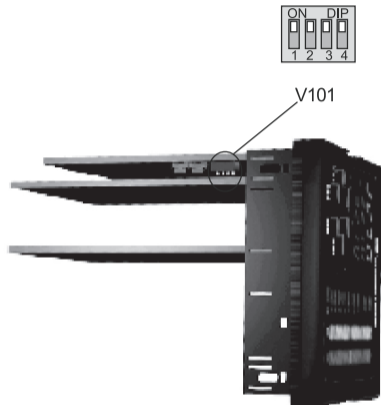

Рис. 16
- 1) При помощи V101 (см. Рис. 16) возможно выбрать один из следующих режимов работы: